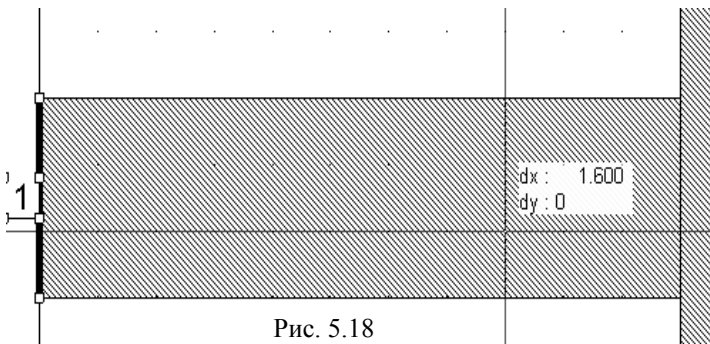
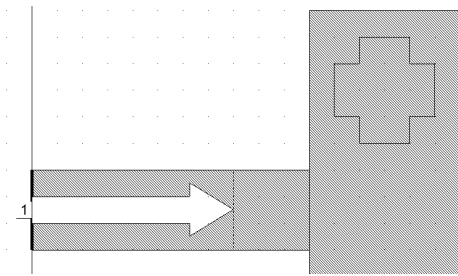

Рис. 5.18
Рис. 5.19
8. Нажмите левую кнопку мышки и не отпуская кнопки мышки, перетащите курсор вправо, пока не будет отображено **dx:1.6, dy:0** (рис. 5.18). Отпустите кнопку мышки, чтобы зафиксировать площадку. Порт с установленной референсной плоскостью будет выглядеть, как показано на рис. 5.19..